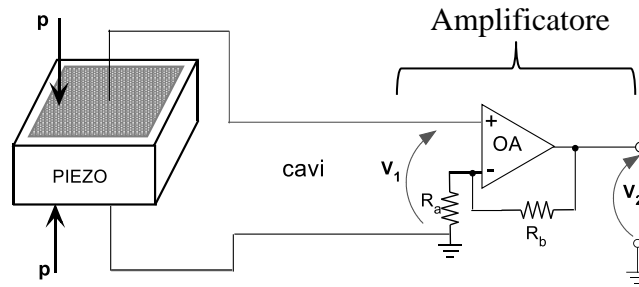

Figura 2
Il sensore è collegato a un amplificatore di tensione come indicato in Figura 2. L'OA ha resistenza di ingresso di modo comune $R_c = 200 \text{ M}\Omega$. I cavi introducono una capacità parassita $C_{\text{cavi}} = 290 \text{ pF}$.
3) Con riferimento alla Figura 2, disegnare l'analogo elettrico del sistema piezo+cavi+ R_{in} (dove R_{in} è la resistenza di ingresso dell'amplificatore). Scrivere la funzione di trasferimento $G_1(s)$ che lega V_1 alla pressione p , determinando il valore del guadagno K_1 in banda passante (in mV/mmHg) e il valore della costante di tempo τ (in s).